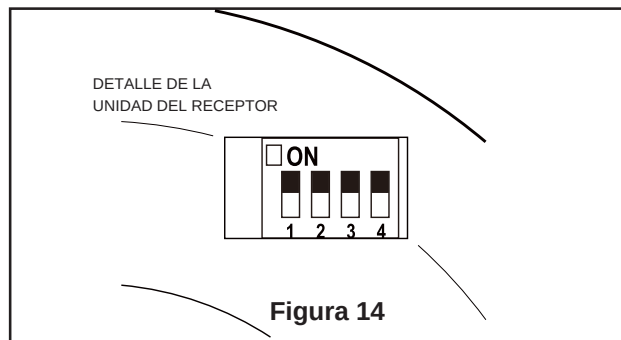

Figura 14
- ☐ 2. Para configurar el código de unidad del receptor. Deslice los interruptores de código a las mismas posiciones que en el transmisor (Figura 14).